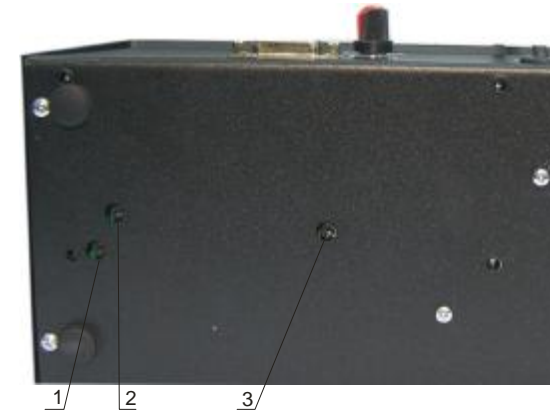

Рис.4. Регулировочные элементы ПГС-5-6М
2.3.2. Дополнительные регулировки ПГС-5-6У, расположенные на основании, представлены на рис.4.